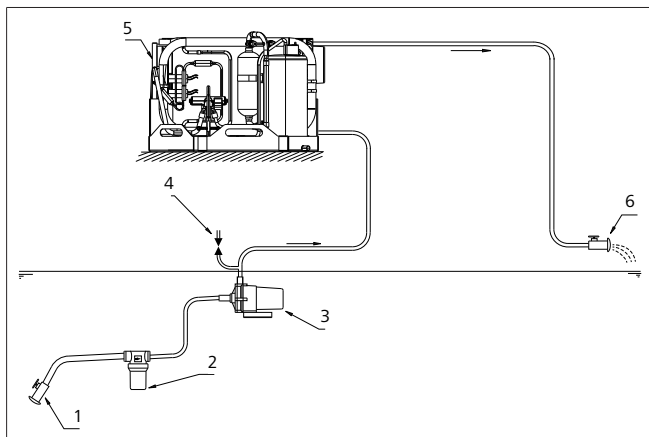

Fig. 8 Esempio di montaggio
1. Montare la pompa per l'acqua di mare (v. Fig. 8).